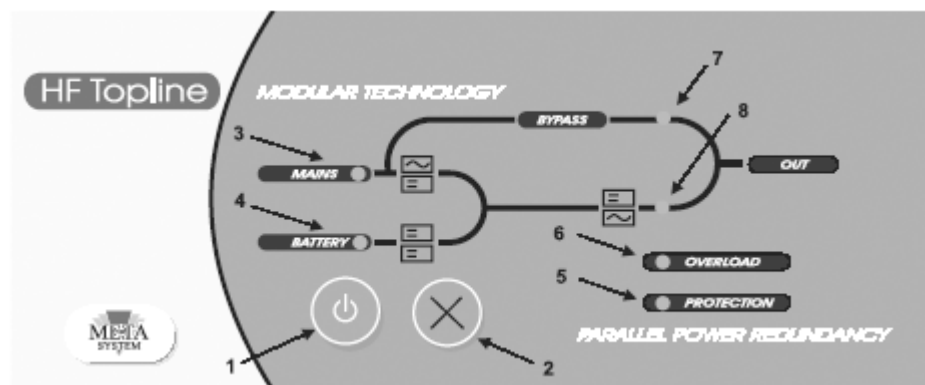

Рисунок 2.2 - Передняя панель ИБП
3.3.1 Включить ИБП с помощью кнопки ВКЛ/ВЫКЛ (см. рисунок 2.2). Если на этой стадии датчик нейтрали не срабатывает, то на выходе ИБП появится сетевое напряжение, передаваемое через байпас (желтый СД); через несколько секунд нагрузка будет переключена на питание от инвертора, и ИБП перейдет в нормальный режим работы (зеленые СД «СЕТЬ» и СД «ИНВЕРТОР»). В противном случае необходимо выключить ИБП, удерживая в течение нескольких секунд кнопку ВКЛ./ВЫКЛ. в нажатом состоянии, перевернуть сетевую вилку или поменять местами входные провода фазы и нейтрали и снова включить ИБП..